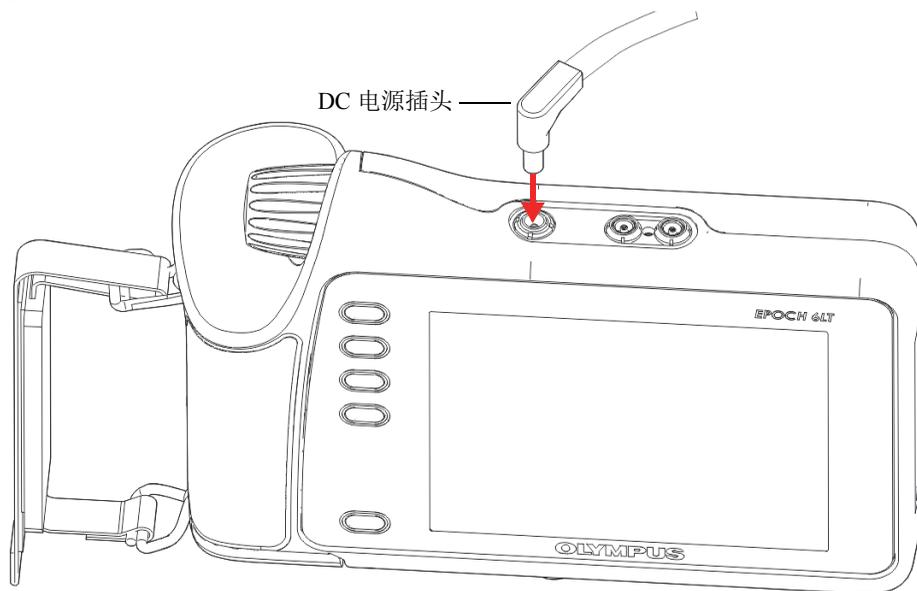

图 3-1 连接 DC 电源插头
1. 将 DC 电源插头插入到仪器的 AC 充电器 / 适配器插孔中（参见第 34 页的图 3-1）。